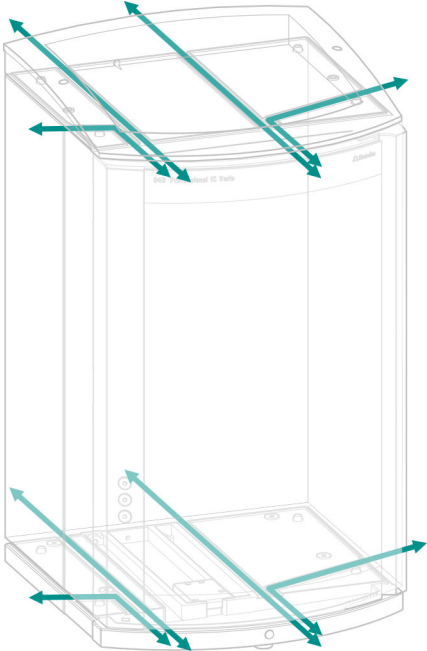

Abbildung 5 Kanäle für Kapillaren
- Kanäle zwischen dem Gerät und der Bodenwanne sowie zwischen dem Gerät und dem Flaschenhalter (siehe Abbildung 5, Seite 14)